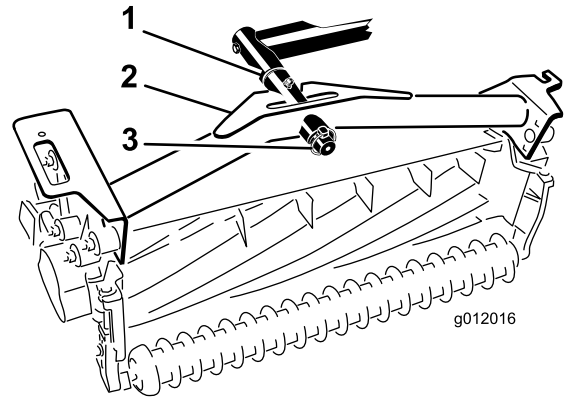

Bild 21
- Schieben Sie den Trägerrahmen des Mähwerks auf die Gelenkstange und befestigen sie mit einem Klappstecker (Bild 21).